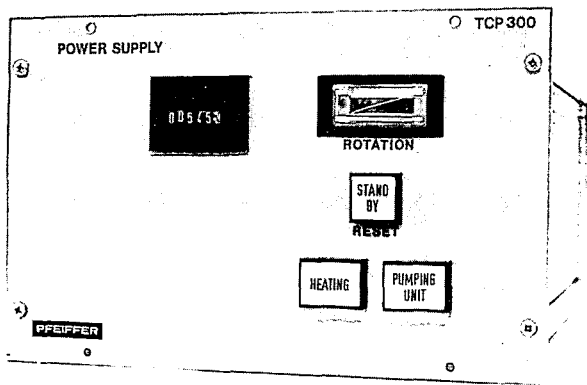

Fig. 1
2. Allgemeines Fig. 1
2. General Fig. 1
2. Généralités Fig. 1